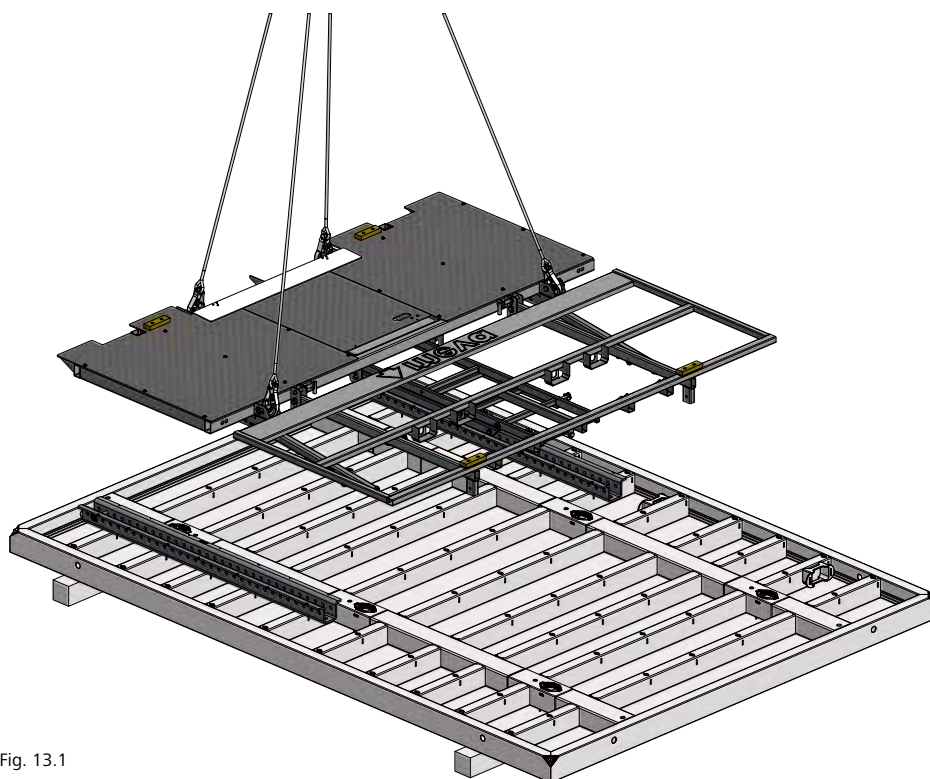
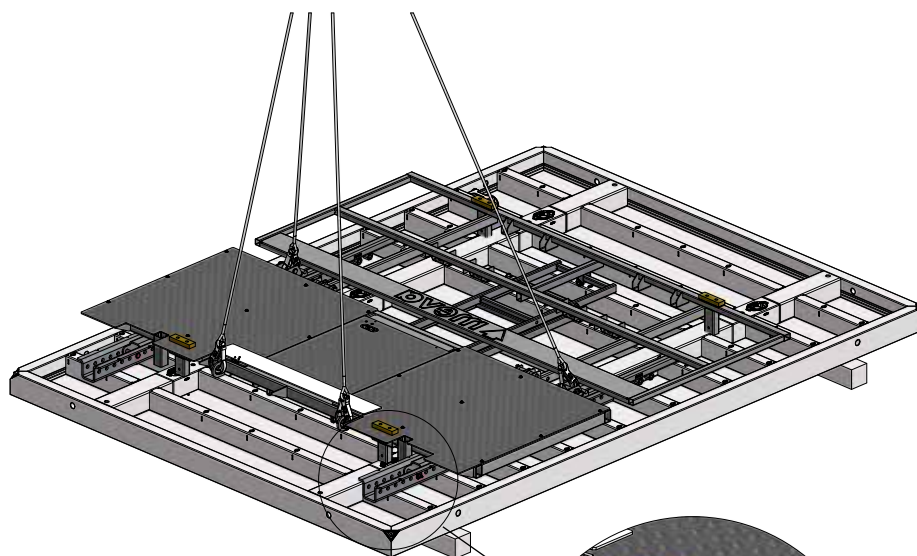

Fig. 13.1
Fig. 13.2
6. Déposer la passerelle MIS sur les montants (Fig. 13.1) et la goupiller sur les deux points de fixation supérieurs (bord avant de la plate-forme) prévus à cet effet en utilisant les axes 16/90 intégrés (Fig. 13.2). Pour la bonne position des points de fixation : voir page MIS-11 Tab. 11.6.